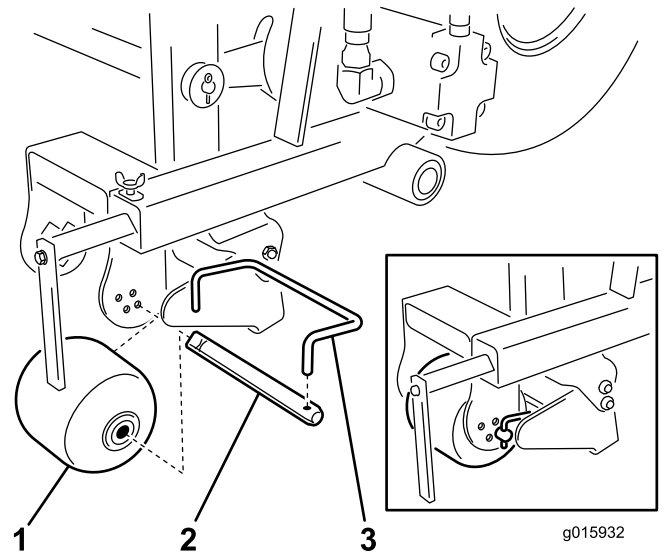

Figura 13
3. Desmonte a barra do raspador do eixo do rolo (Figura 13).
4. Retire o veio do rolo do rolo (Figura 13).